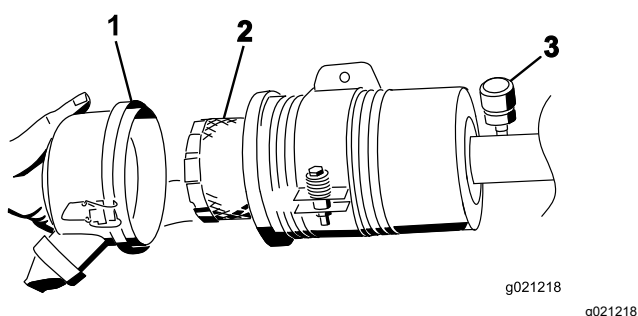

Figura 82
5. Retire e substitua o filtro (Figura 82).